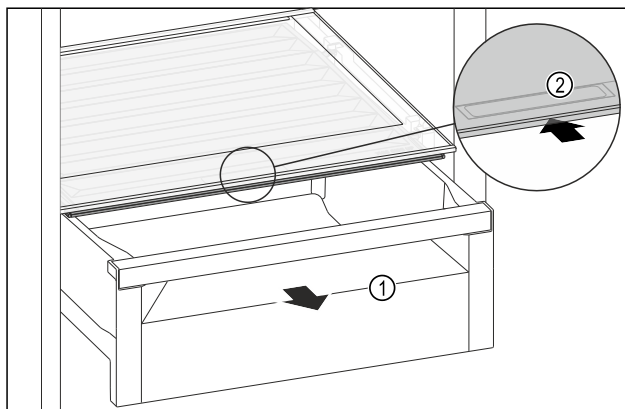

Fig. 122
- Izvlecite predal Fig. 122 (1).
- Primate prijemalno vdolbino Fig. 122 (2) na pokrovu predala in pokrov predala istočasno potisnite nazaj.